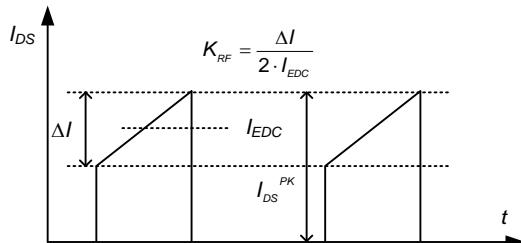

图4. 典型的MOSFET电流波形
- 初级端开关电流的纹波系数： K_{RF} , 如图4中所定义。
- MOSFET电流纹波： ΔI , 如图4所示。